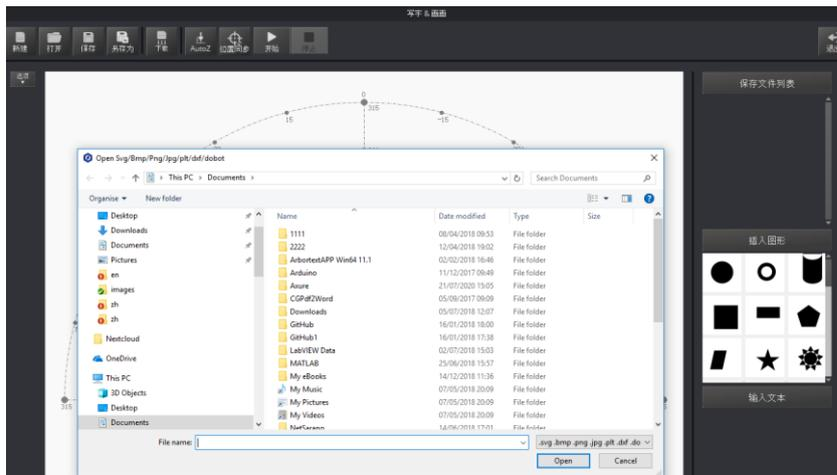
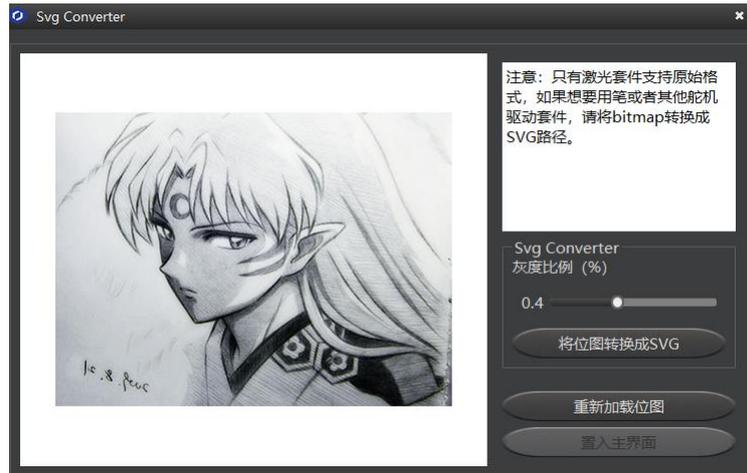

图 5.41 导入图片
图 5.42 转换位图
- 单击“打开”导入图片，比如BMP、JPEG和PNG，将其转换成DobotStudio可识别的SVG文件。如图 5.41所示。打开图片后，设置好合适的灰度比例，单击“将位图转换成SVG”，自动生成SVG文件，然后单击“置入主界面”可将生成的文件载入写字画画主界面。如图 5.42所示。